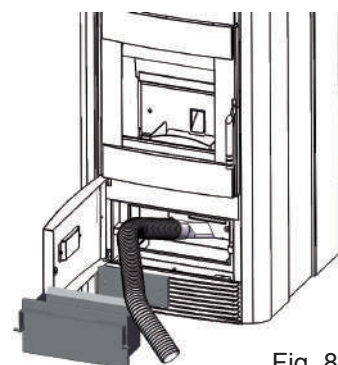

Fig. 8
- Estrarre il tappo d'ispezione e aspirare i residui di cenere; (Fig. 8)